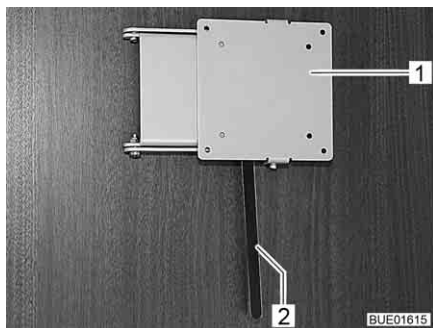

Fig. 63 Support avec levier de déverrouillage
- Pousser le levier de déverrouillage (Fig. 63,2) sur le côté et pivoter le support (Fig. 63,1) et l'écran plat pour les amener en position souhaitée.
- Pivoter l'écran plat en sens inverse, jusqu'à ce que le support (Fig. 63,1) s'enclenche dans le verrouillage.